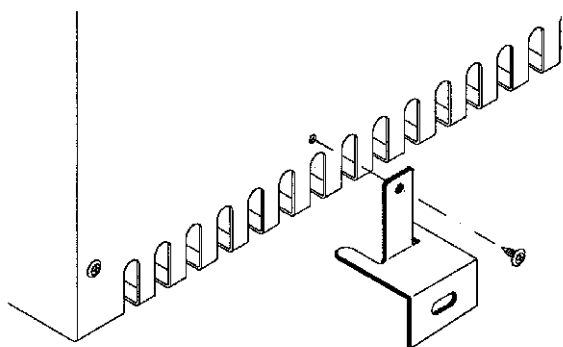

Fig. 1
- Colocar las dos escuadras separadoras en la parte posterior del convector utilizando los dos pequeños tornillos (ver Fig. 1).